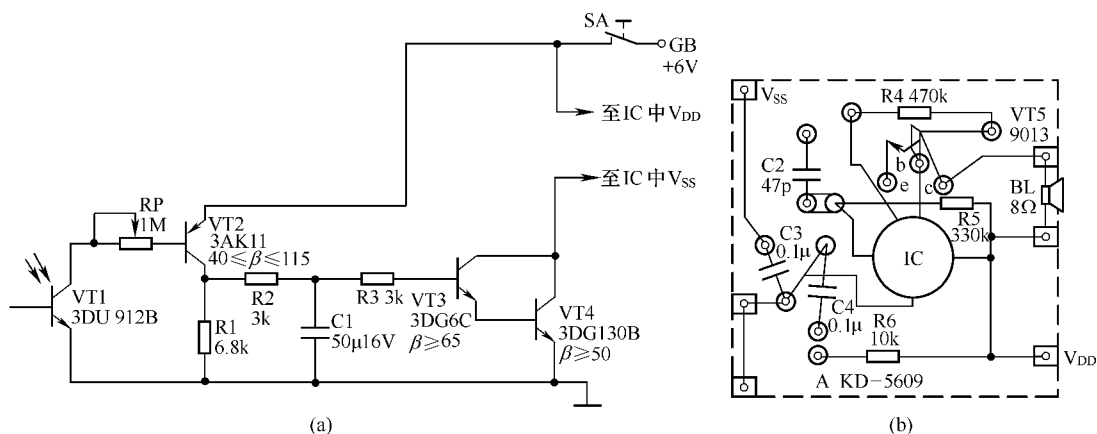

图 1-10 鸡鸣报晓电路
摇摇电路如图 1-10 所示。U1 为一体化红外发射接收头，其内部由红外发光二极管发射红外线，光电三极管接收，构成光电耦合器。U2 为双时基集成电路，与 R1、R2、C1 组成一个振荡电路，振荡频率约为 1kHz，通过 U2 的⑤脚去驱动 U1 中的红外发射二极管发出调制红外光线。红外线接收三极管与 U3、U4 组成红外线接收、光电转换和脉冲触发电路。U2 的另一时基电路与 R3、C2 组成延时电路。
摇摇电路如图 1-10 所示。天亮时，光电三极管 VT1 的集电结反偏电阻随环境亮度的增加而减小，导致 VT2 饱和导通，VT2 与 VT3 组成复合管，VT2 与 VT3 两端电压由 VT1 很快上升到 VT2 的饱和电压，VT2 电压随光电管反偏电阻减小而增大，音乐集成电路 IC 开始受控发出鸡啼声。到了夜间，光电三极管 VT1 的集电结反偏电阻可视为无穷大，VT2 与 VT3 均截止，喇叭 BL 无声。